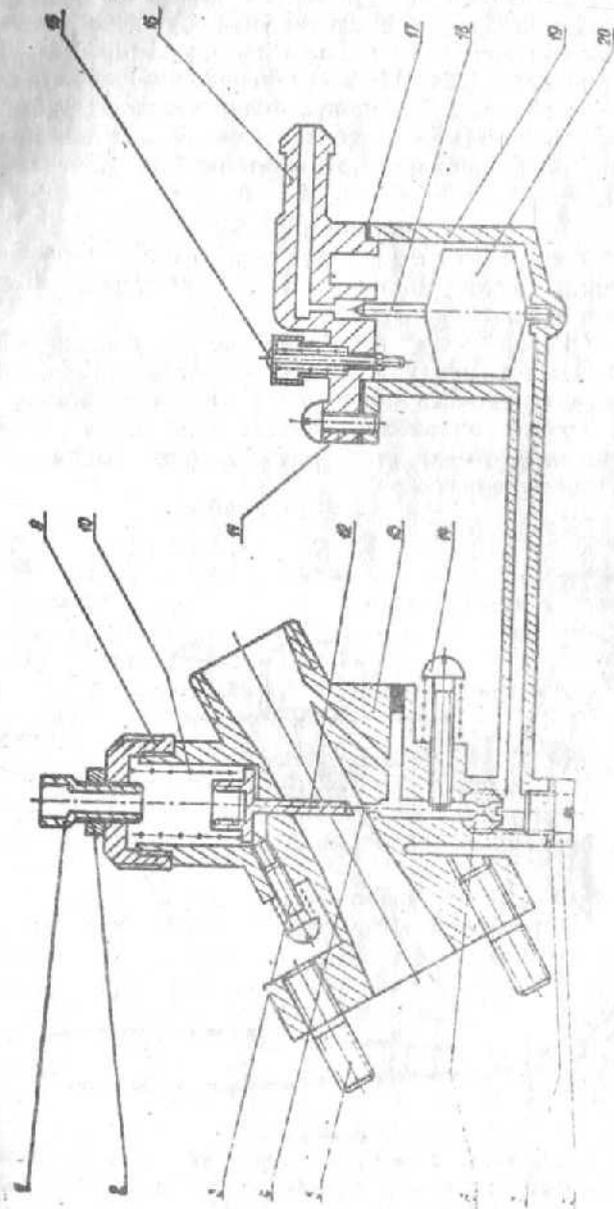

Рис. 6. Схема карбюратора К34Б:
Втулка 1 имеет продольный паз 10, а втулка 2 винтовой паз 9, между которыми находится ползунок 3, соединенный с гибким тросом и дросселем 12 карбюратора (рис. 6).
Карбюратор (рис. 6) состоит из корпуса 13, крышки поплавковой камеры 11, поплавка 20 с иглой 18, дросселя 12 и жиклера 6. Топливо из бака через фильтр топливного крана по топливопроводу поступает самотеком к штуцеру крышки 16 и заполняет поплавковую камеру.
5. При положении ручки управления дросселем карбюратора на себя до упора проверить полное открытие диффузора карбюратора, для чего снять воздухоочиститель. При необходимости отрегулировать винтом 1 (рис. 6).
3. При запуске холодного двигателя следует нажать на кнопку утопителя 15 (рис. 6) до полного заполнения поплавковой камеры (топливо должно показаться из-под колпачка утопителя). При запуске прогретого двигателя нажимать на кнопку утопителя не надо.
Если двигатель глохнет, вернуть винт 3 (рис. 6) на 1÷2 оборота. При повышенных оборотах холостого хода вывернуть винт 3 на 1÷2 оборота.